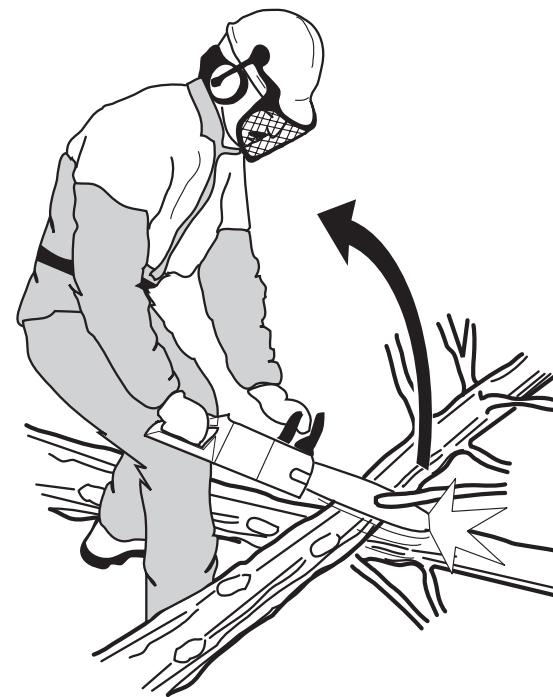

Рисунок 2 — Опасность при обрезке мелких ветвей
- Будьте особенно внимательны при обрезке мелких ветвей (см. рис. 2) и избегайте валки кустов или одновременной обрезки множества мелких веток. Мелкие ветки могут застрять в пильной цепи, вызвать сильный рывок бензопилы, что в свою очередь может привести к серьезным травмам.